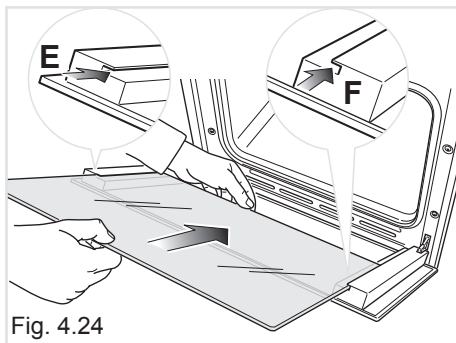

Fig. 4.24
- Inserire il vetro nelle guide "E" ed "F" (fig. 4.24) e farlo scorrere dolcemente fino ai fermi "H" (fig. 4.24).